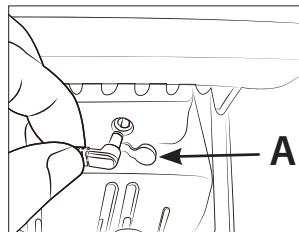

FIG. 3
1. Enlever le bouchon d'étanchéité (A) situé dans la prise de l'adaptateur c.a. (Fig. 3)